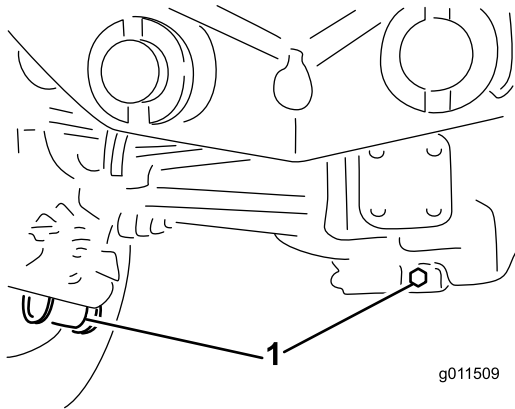

Figura 64
2. Limpe a zona em redor dos 3 tampões de escoamento, 1 em cada extremidade e 1 no centro (Figura 64).